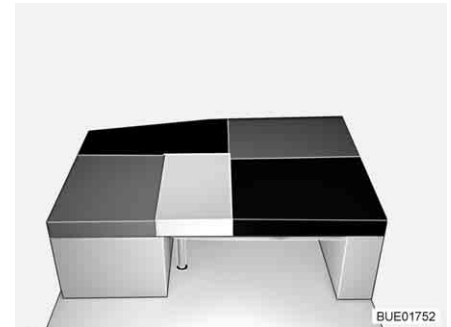

Fig. 118 Après la transformation
- Poser le coussin de dossier du siège latéral/de la banquette latérale sur la table (entre le coussin d'assise du siège latéral/de la banquette latérale et le coussin supplémentaire, voir Fig. 118).